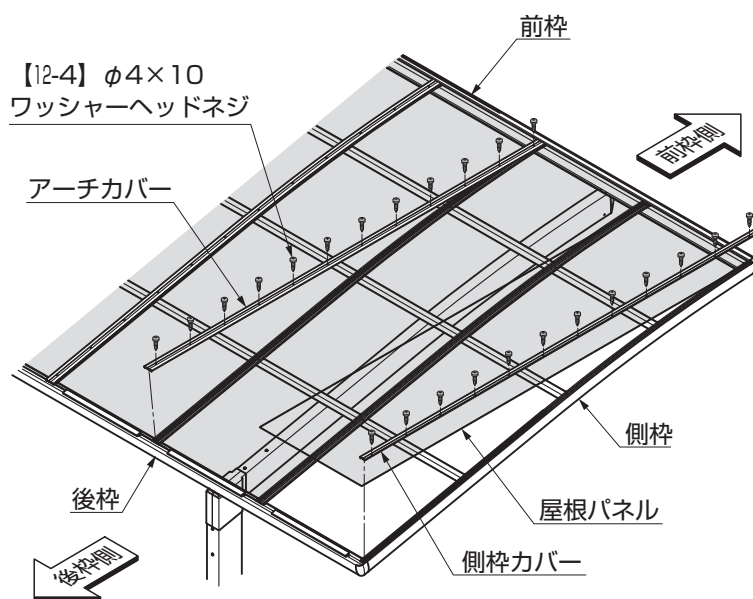

図6-4
- ①アーチカバー・側枠カバーを前枠に突き当てて、前枠側からアーチに【I2-4】で取付けてください。（図6-4参照）